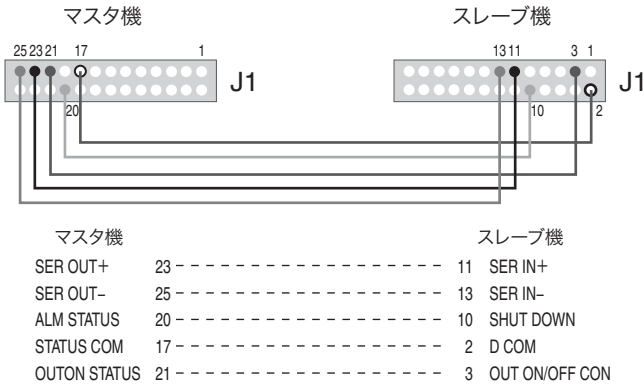

図 5-2 直列運転の接続
マスタ機のアラームが作動した場合は、図 5-2 のようにマスタ機の ALM STATUS とスレーブ機の SHUT DOWN を接続することにより、スレーブ機をアラーム状態にしてシステム全体の OUTPUT を OFF または POWER スイッチを OFF します。
ワンコントロール直列運転は、本機2台を図5-2のように接続します。
2. 後面パネルの J1 コネクタを図 5-2 のように接続します。